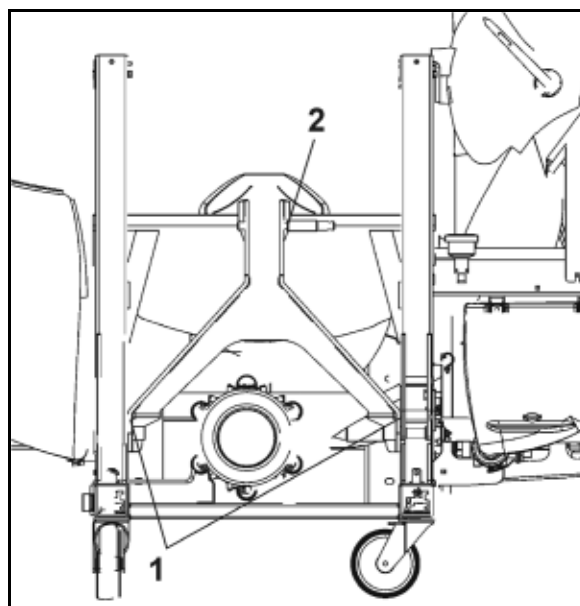

Fig. 35
- trekkstangbolter (Fig. 35/1)
- toppstagbolter (Fig. 35/2).